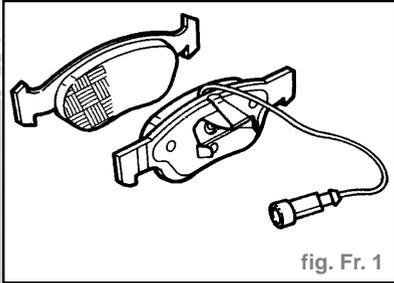

fig. Fr. 1
- Contrôler que les plaquettes soient du même type pour chaque couple de roues (fig. Fr. 1).